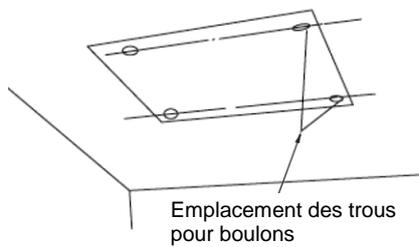

Fig. 5
1. À l'aide du gabarit d'installation, percez les quatre trous pour les boulons. (Fig. 5)